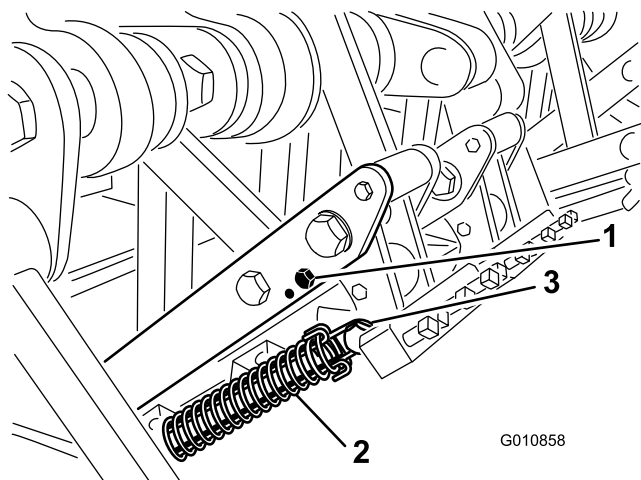

Figura 28
- Liberte a tensão da mola para a cabeça do dente (Figura 28).
- Retire o parafuso do pára-choques e o pára-choques do braço de ligação e volte a colocá-los no outro orifício de ajuste (Figura 28).